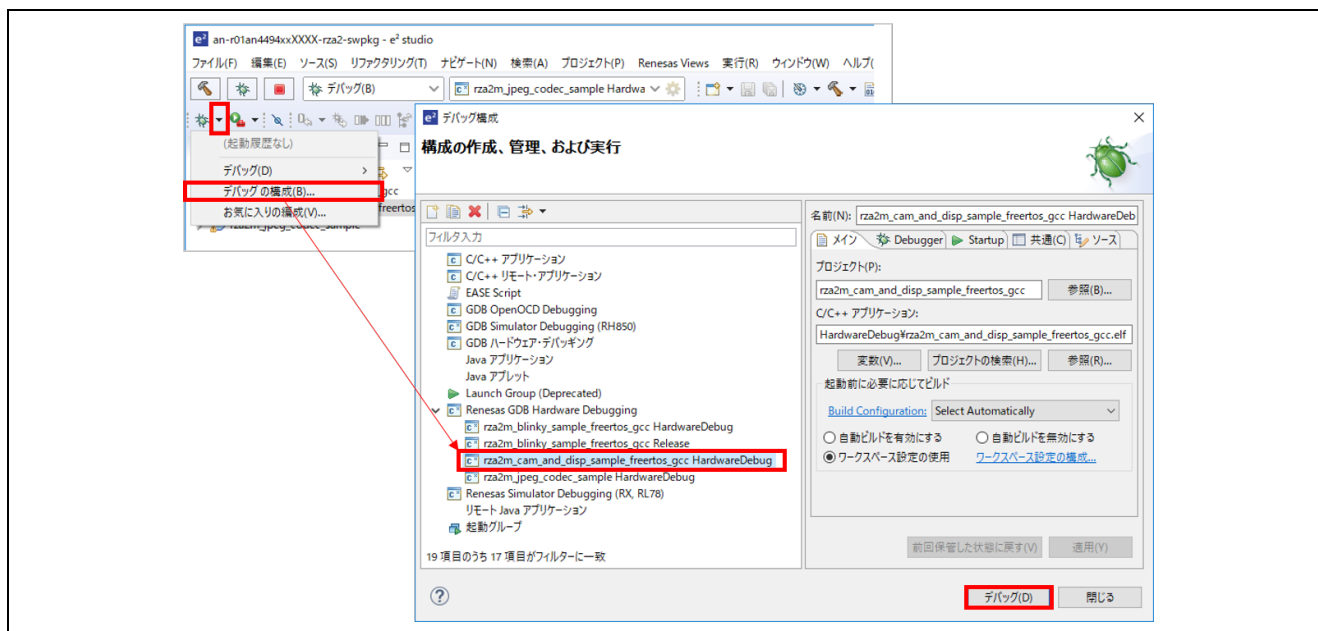

図 3-10 デバッグの開始
- ビルドが完了したら、デバッグボタン(虫アイコン)の横にある "矢印" をクリックしドロップダウンリストの "デバッグの構成" を選択することで、デバッグの構成ダイアログを開きます。"Renesas GDB Hardware Debugging"にある各ターゲットプロジェクトを選択し "デバッグ" ボタンをクリックするとデバッグが開始されます(図 3-10)。次回からは、デバッグボタン(虫アイコン)のクリックのみでデバッグが開始可能です。